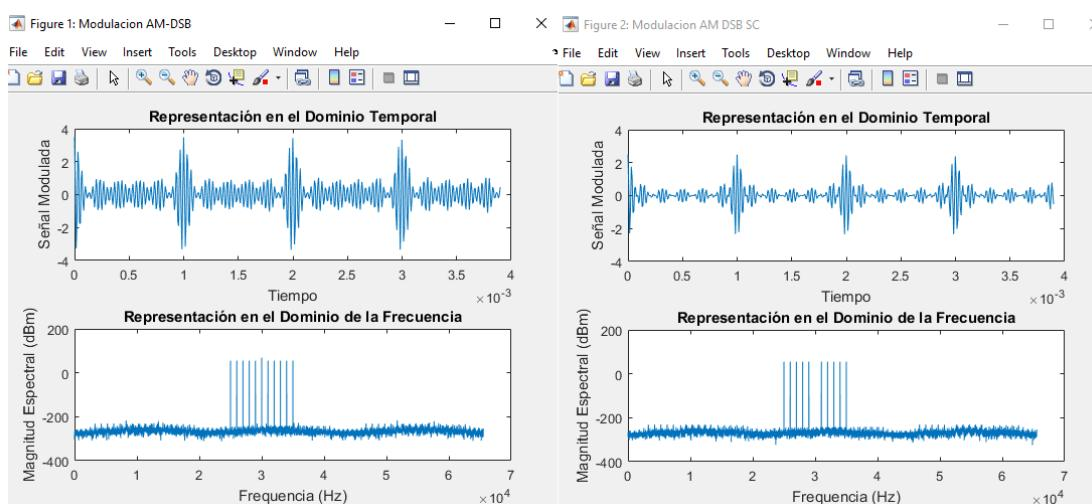

Figura 5: Modulación AM-DSB y AM-DSB-SC multitono
3. En relación al punto 2, haga un barrido de tonos de 1, 5 y 15 utilizando un índice de modulación ( $\mu$ ) de 0.5. En la figura 5 se muestra lo que se debe obtener tras configurar varios tonos (e.g 5 tonos). **NOTA:** Documente las señales temporales y espectrales obtenidas según las cantidad de tonos.